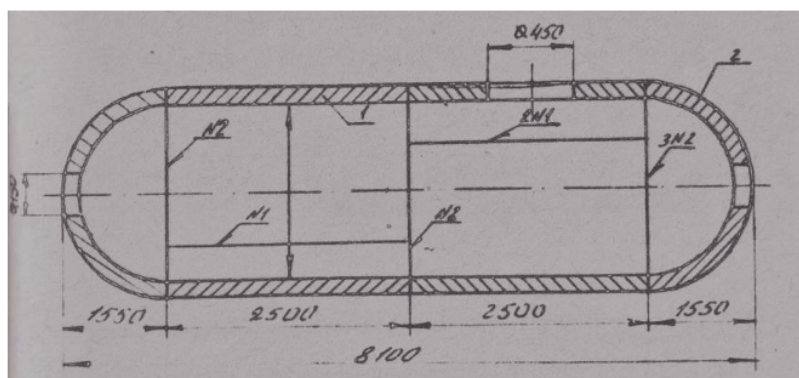

Рисунок 1 – Эскиз корпуса сосуда
1. Производство крупносерийное, годовой объем выпуска 500 шт. при двухсменной работе участка (Приложение 1, рисунок 1)